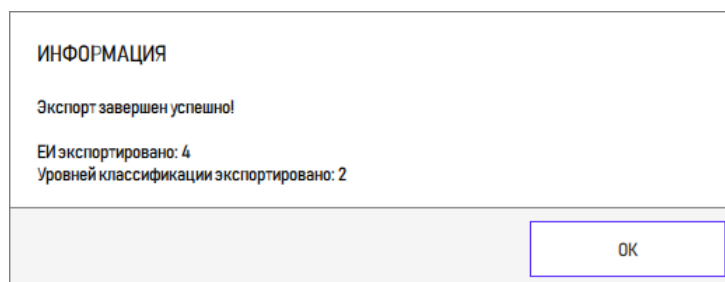

Рисунок 54 – Сообщение о завершении экспорта
5) После того, как файл будет сохранен, выводится сообщение об окончании экспорта (рисунок 54).